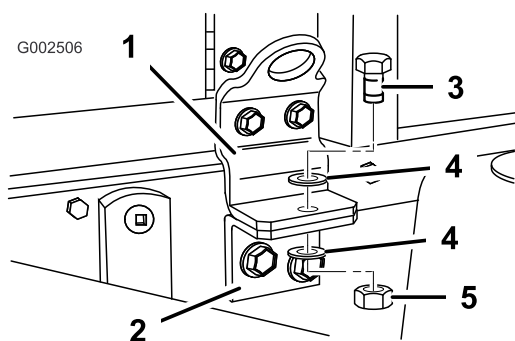

Figura 45
3. Retire los pernos de seguridad de la parte delantera del patín (Figura 45).